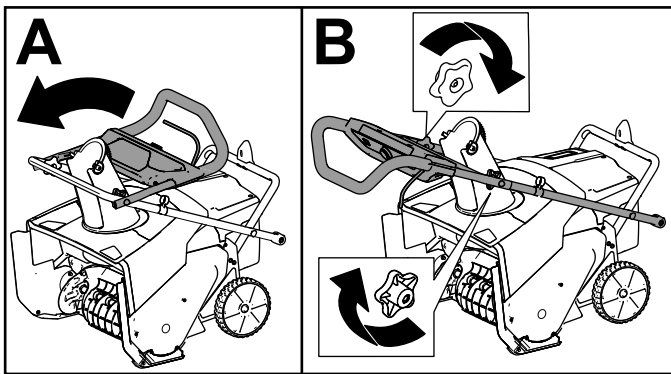

Figura 4
2. Aprite la stegola superiore e lasciate che le manopole della stegola superiore scattino in posizione (A della Figura 4).
3. Serrate le manopole della stegola (B della Figura 4).